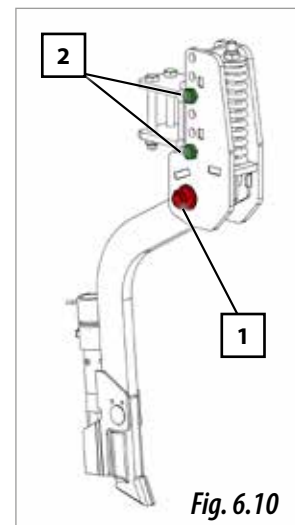

Fig. 6.10
- **BRAZOS DE SIEMBRA REGULABLES EN ALTURA** (Fig. 6.10)
Estos brazos están sujetos al soporte mediante un tornillo estampado SOLÀ (1, Fig. 6.10) provisto de tuerca autoblocante, que al actuar sobre la misma se controla la holgura del brazo.
Estos brazos son regulables en 3 puntos de profundidad (Fig. 6.10), permitiendo bajar los brazos hasta 4,5 cm, para regular su altura:
- 1-** Retirar los tornillos y las tuercas (2, Fig. 6.10).